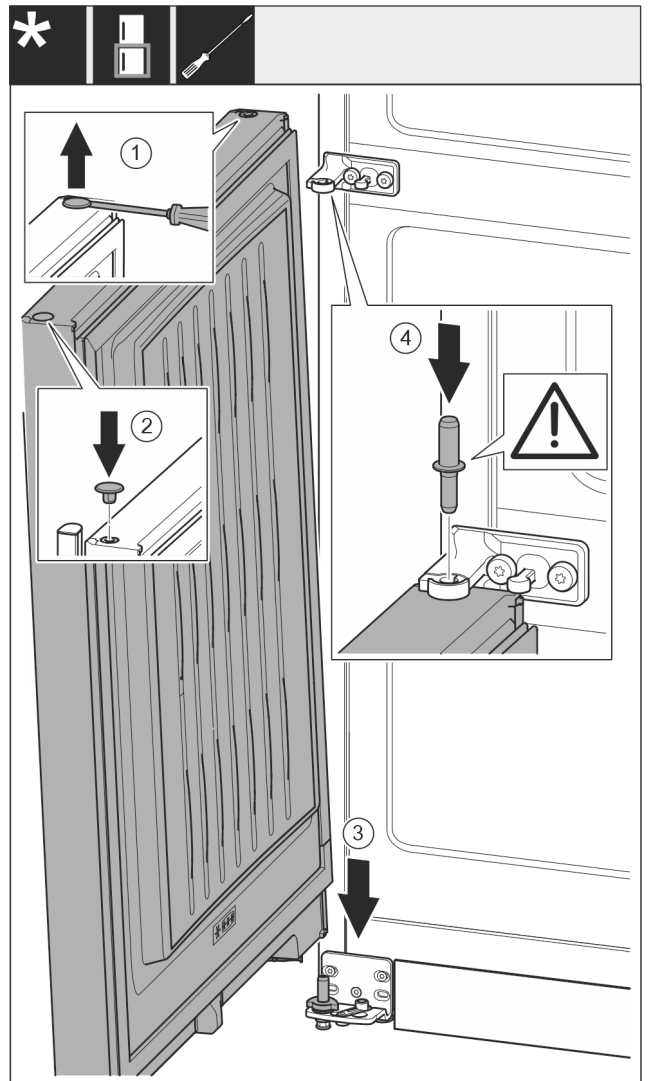

Fig. 20
- ▶ Ανασηκώστε προσεκτικά και τραβήξτε έξω την τάπα Fig. 20 (1) με ένα ίσιο κατσαβίδι.
- ▶ Τοποθετήστε ξανά την τάπα Fig. 20 (2) στην άλλη πλευρά της πόρτας.
- ▶ Τοποθετήστε την πόρτα Fig. 20 (3) από επάνω στον κάτω πείρο.
- ▶ Τοποθετήστε τον μεσαίο πείρο Fig. 20 (4) μέσα από το μεσαίο στήριγμα στην κάτω πόρτα. Βεβαιωθείτε ότι το έκκεντρο ασφάλισης είναι στραμμένο προς τα πίσω.